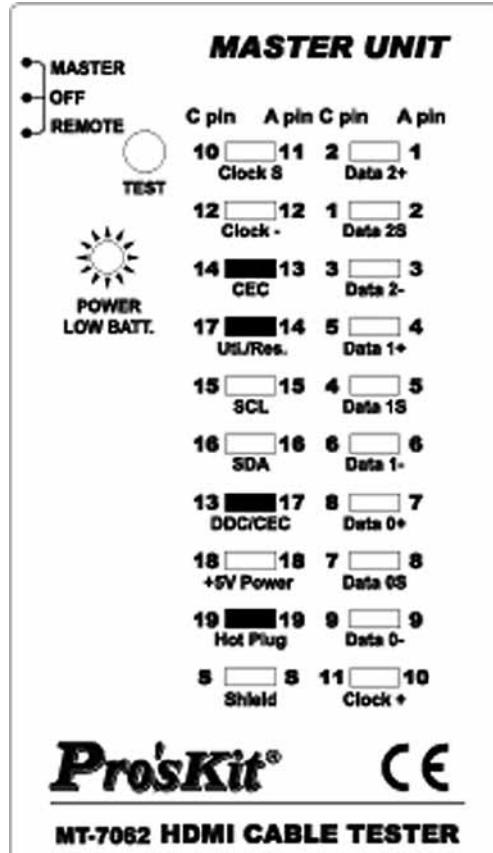

Рис. 5. Кросс, перекрестное подключение проводов (Crossover)
- **Кросс, перекрестное подключение проводов (Crossover):** сопровождается подачей короткого звукового сигнала и индикацией перекрещенных проводников. Пример такой неисправности для кабеля HDMI A-A при перекрестном подключении проводов между контактами 13 к 17 и 14 к 19 и для HDMI (тип A) — Mini-HDMI (тип C) с кросом между контактами 14–13 и 17–19 приведен на рис. 5.